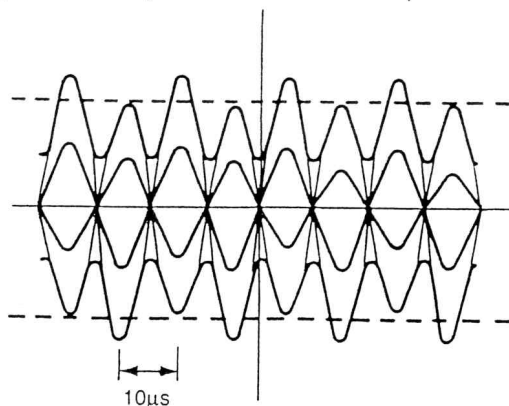
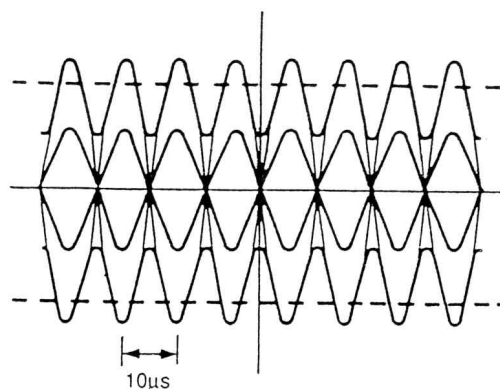

Abb. 4-7.
Abb. 4-8.
- c) Durch Drehen von GBAL 360° in Gegenuhrzeigerrichtung während der Maßstabbewegung wird eine Wellenform entsprechend Abb. 4-7. angezeigt. Hierbei BAL 1 so einstellen, daß die Spitzen der gleichen Amplituden der Abb. 4-8. entsprechen.
- d) Durch Drehen von GBAL um 360° in Uhrzeigerrichtung während der Maßstabbewegung wird eine Wellenform entsprechend Abb. 4-7. erzeugt. Hierbei BAL 2 einstellen, so daß die Spitzen der gleichen Amplitude Abb. 4-8. entsprechen.